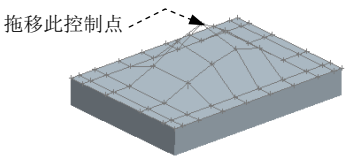

图 9.2.6 拖移控制点
Step7. 在系统  提示下，在曲面上拖移控制点，可使所定义的区域产生变形（图 9.2.6）。完成操作后，在“修改曲面”对话框中单击  按钮。